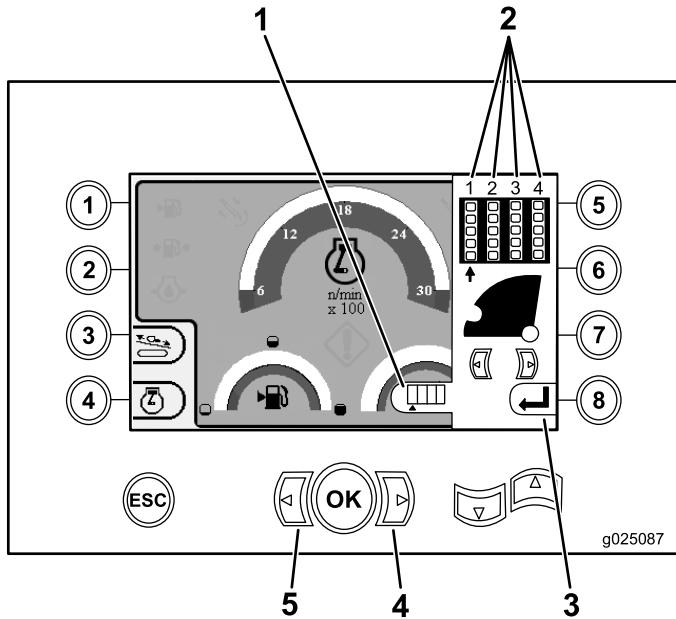

Figura 21
1. Pulse Flecha derecha o izquierda para seleccionar el número de la fila a la que desea acceder (Figura 21).
- 2. Después de colocar la flecha debajo del número de la fila a la que desea acceder, pulse el botón OK (Figura 21), y vuelva a la Pantalla principal (página 28).